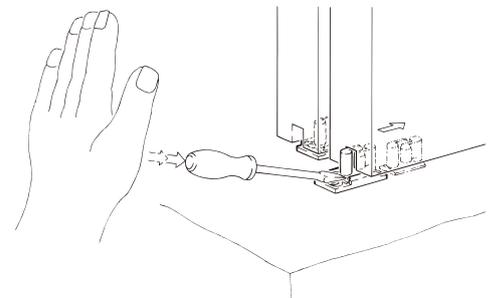

図 2-6
(1) 下ガイド④aをねじ回しで、扉の反対方向の奥へ押し込んでください。下ガイド④aが下ガイド④bからはずれません(図2-6)。
(2) 扉を吊った順序と逆の手順で外してください。